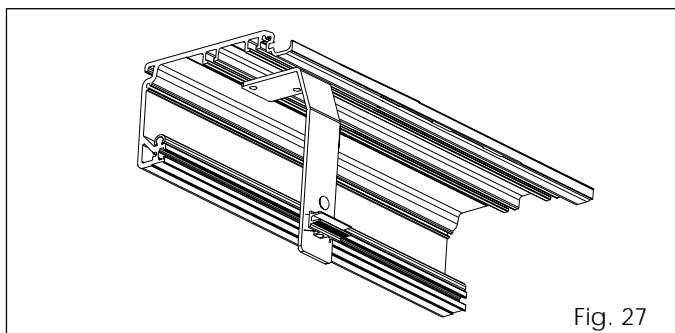

Fig. 27
- Fissare all'estremità della traversa, opposta al gruppo motore, una staffa fissaggio carter utilizzando le viti e i piastrini in dotazione (fig. 27).